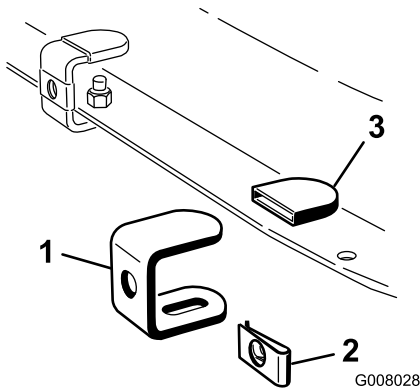

Figura 1
1. Ensamble tres soportes según se muestra en (Figura 1) usando tres tapones de goma, tres tuercas rápidas y tres soportes.